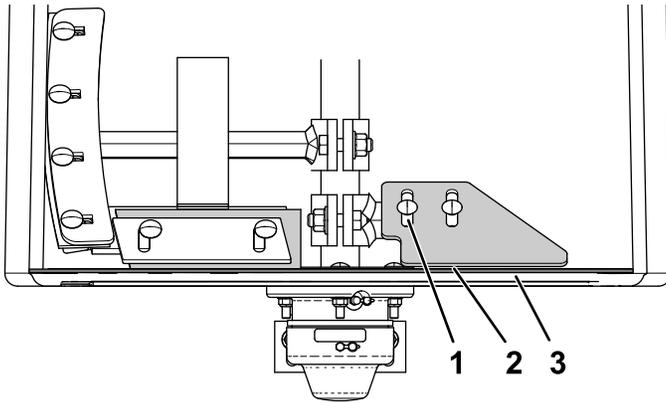

Figure 76
2. Desserrez les boulons de carrosserie et les contre-écrous à embase qui fixent la pale d'extrémité réglable à la pale fixe (Figure 76).